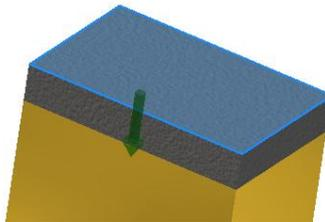

Рис. 86. Выбор начальной плоскости
4. Выберите в поле «Размещение» «Начальная плоскость» и укажите верхнюю грань первой пластины (рис. 86).